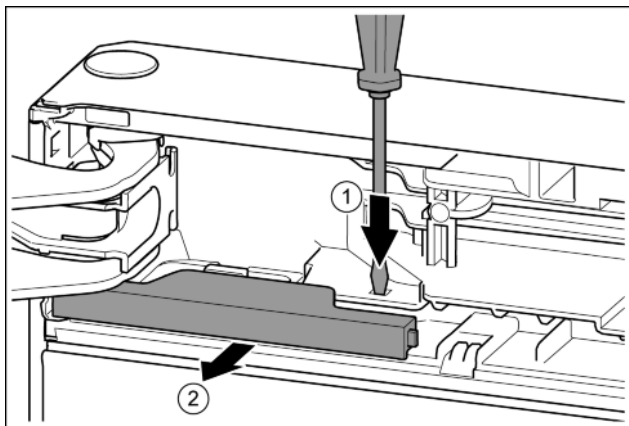

Fig. 13
- За допомогою шліцевої викрутки притисніть накладку. Fig. 13 (1)
- Витягніть кришку з фіксатора. Fig. 13 (2)